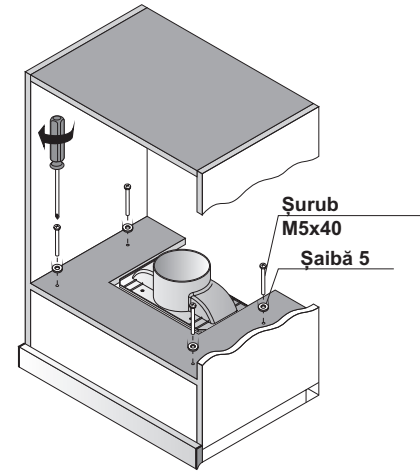

Fig. 4
3. Cu ajutorul șuruburilor M5x40 cu șaibe din setul de montaj și al șurubelniței fixați hota de dulap (fig.4).
4. Cuplați conducta de aer cu adaptorul hotei. (fig.4) Scoateți celălalt capăt al conductei de aer înc analul de ventilație. Secțiunea transversală a puțului nu trebuie să fie mai mică decât diametrul conductei. Se recomandă utilizarea unui canal de ondulat, iar unghiurile pe tot parcursul conductei trebuie să fie netedă și pentru a face mai mult de 90 de grade. Dacă unghiul este de 90 de grade sau mai puțin, este posibil să se extragă pierderea de performanță a hotei.